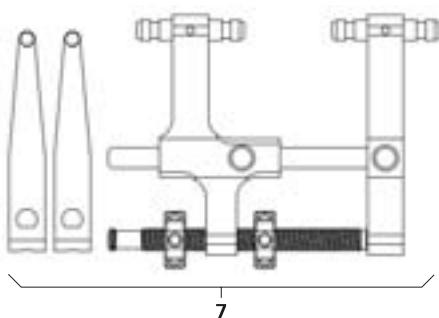

Fig. 7
- Montar o distractor **7** juntamente com as lâminas de distração, ver Fig. 7.